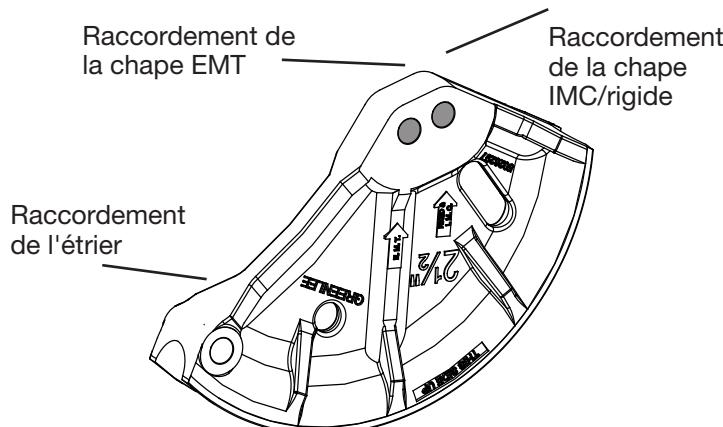

Figure 13
4. Abaisser le piston et la chape jusqu'à ce qu'ils soient alignés sur le raccordement de la chape EMT ou IMC/rigide sur le sabot, puis les fixer. (Fig. 13)